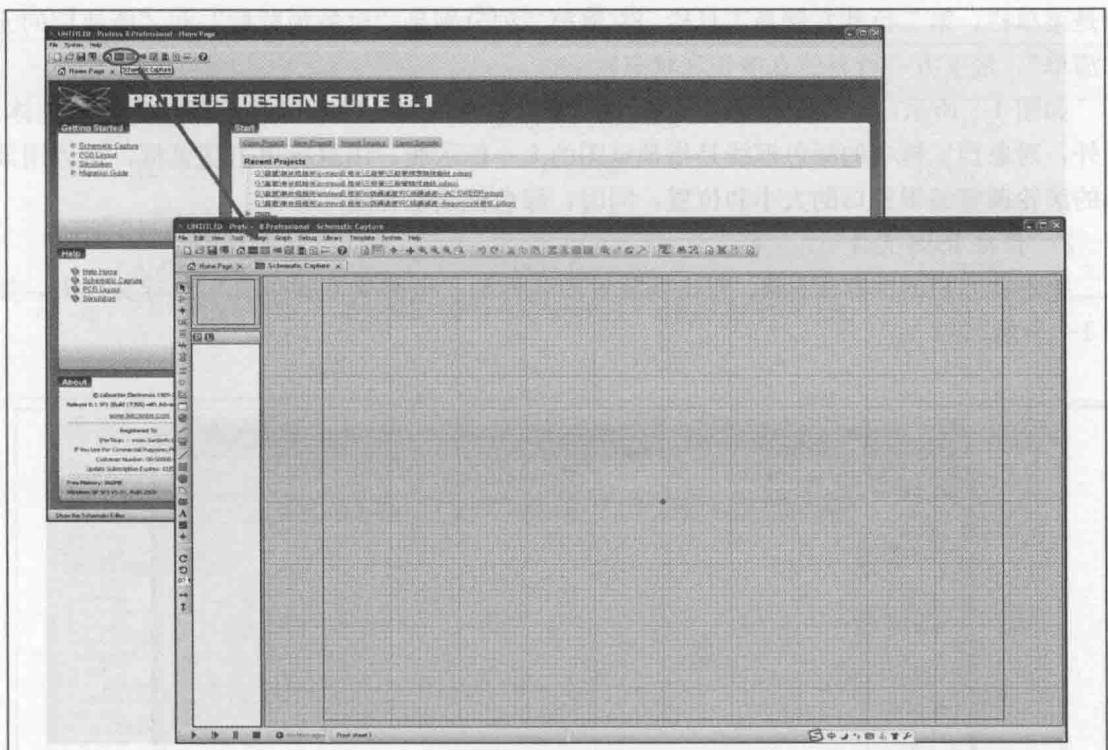
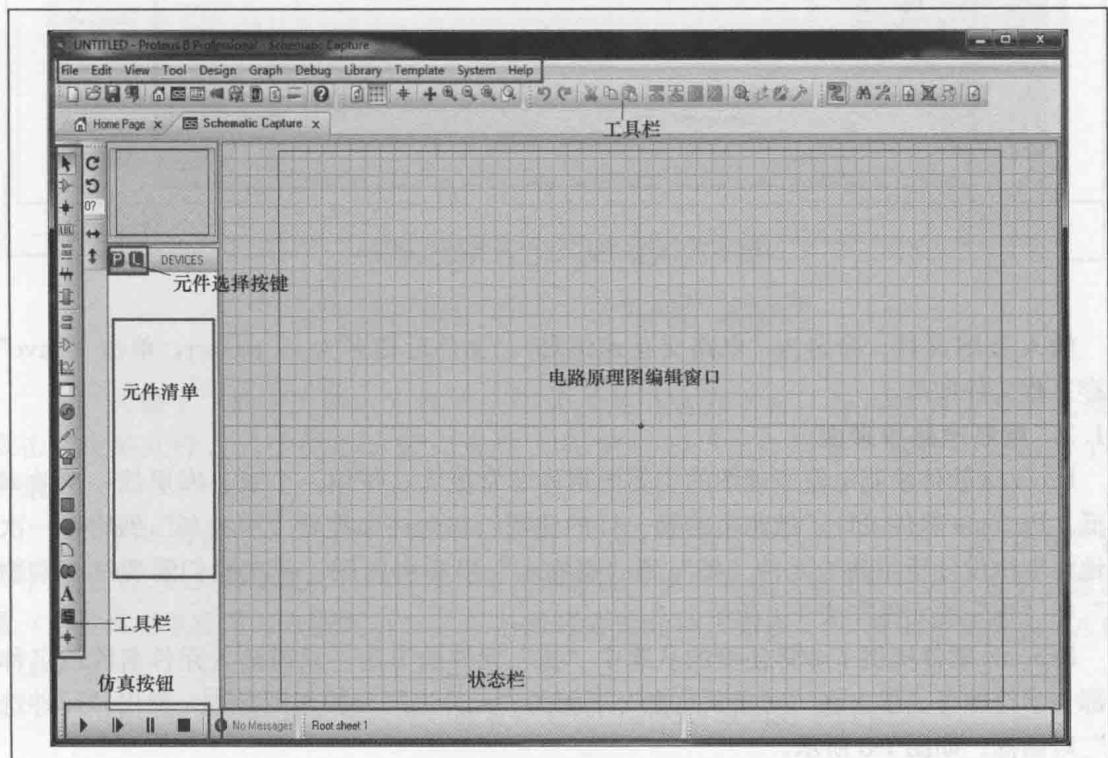

图 1-5 ISIS 进入示意图
图 1-6 ISIS 窗口介绍
(2) 单击图 1-5 左上角的图标，进入 ISIS 界面。
如图 1-5 和图 1-6 所示，在 ISIS 窗口对话框中，第一
如图 1-6 所示，蓝色方框部分为电路原理图编辑窗口，所画电路不能超出蓝色框体，另外，对象预览框中的绿色框线是指预览图的大小标示线，用鼠标单击预览框，可以用鼠标的滚轮调整编辑窗口的大小和位置，同时，绿色框线也在随之移动。